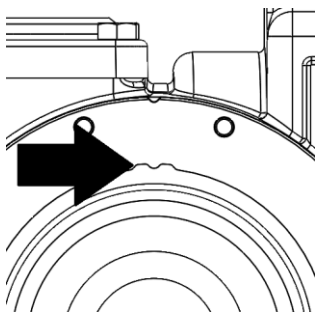

Figura 13 – Installazione dell'involucro di contenimento
10. Inserire la chiave (35A) nella scanalatura del rotore/albero (13). Inserire il gruppo magnete condotto (52) nel rotore/albero (13). Collocare la rondella (58) e il tappo a vite (59) sull'estremità dell'albero e serrare a mano. Applicare una coppia pari a 12,5 ft-lbs (17 Nm).
11. Installare l'o-ring dell'involucro di contenimento sull'interno testata. Installare il bicchiere di contenimento (50) sul perno dell'interno testata (20). Ruotare la scanalatura di tenuta dell'involucro di contenimento verso l'alto della pompa, come mostrato in Figura 13. Questo lo allineerà col perno dell'alloggiamento del magnete.